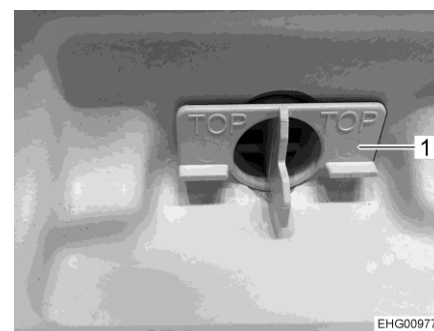

Fig. 136 Inserto in plastica nella vasca della doccia
- Rimuovere l'inserto in plastica (Fig. 136,1) e pulire lo scarico.